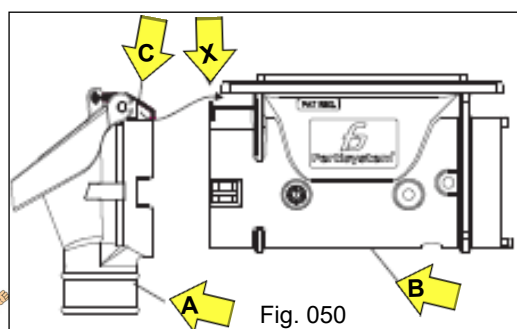
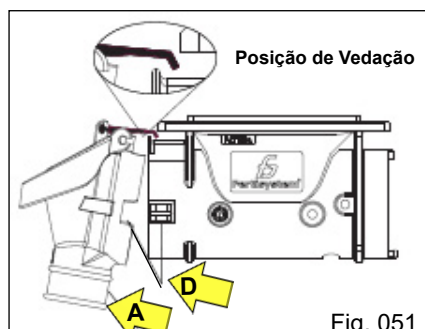
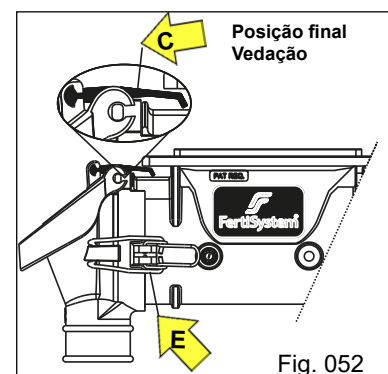

Fig. 050
Fig. 051
Fig. 052
Para realizar a montagem do conjunto do bocal "A", aproxime-o ao corpo principal "B", observando que a vedação "C", fique sobreposta ao ponto "X" do corpo principal "B" (Fig. 050). Para que isso ocorra, incline levemente o conjunto do bocal "A" (Fig. 051) e direcione aos encaixes "D" em ambos os lados, alinhando-os e fixando até o final. Após fixe com o Fecho Inox "E" (Fig. 052), girando até o travamento final em ambos os lados. Observe a posição final da vedação "C" (Fig. 052).
Ao realizar a operação de retirada do bocal, faça com cuidado o destravamento do Fecho Inox (E) (Fig 052) para que não ocorra danos nas mãos pelo “efeito mola” proporcionado pelo mesmo.